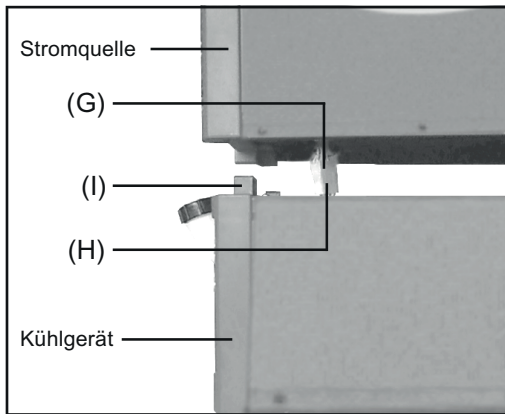

Abb.12 Steckverbindung herstellen
- 19** Verbindungsstecker (H) der Stromquelle so weit wie möglich durch die Öffnung an der Unterseite ziehen (Abb.12)
- 20** Steckverbindung (G) zwischen Stromquelle und Kühlgerät wiederherstellen (Abb.12)
- 21** Stromquelle vorsichtig auf das Kühlgerät aufsetzen (Abb.12)
- 22** Stromquelle mit jeweils zwei Inbusschrauben vorne und hinten am Kühlgerät befestigen (Abb.12)